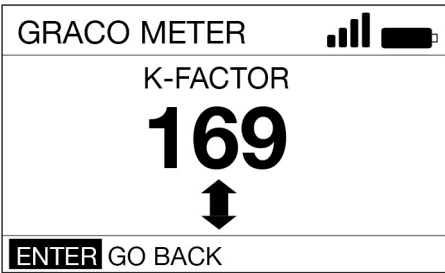

图 26
8. 请注意，当前的 K 系数将会显示。在图 26 中的示例中，K 系数为 169。